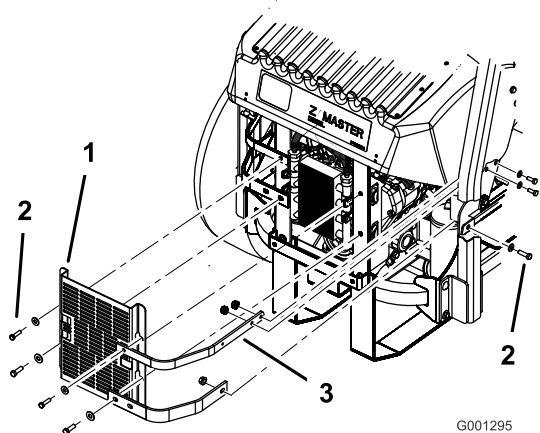

Figura 64
3. Togliere i quattro bulloni che fissano lo schermo del radiatore dell'olio al telaio posteriore (Figura 64).
4. Togliere i tre bulloni che fissano le cinghie del motore alla fiancata della macchina (Figura 64).
- Montate lo schermo del radiatore dell'olio e le cinghie del motore sul telaio posteriore, con i 4 bulloni precedentemente rimossi (Figura 64).
- Montate le cinghie del motore sulla fiancata della macchina (Figura 64).